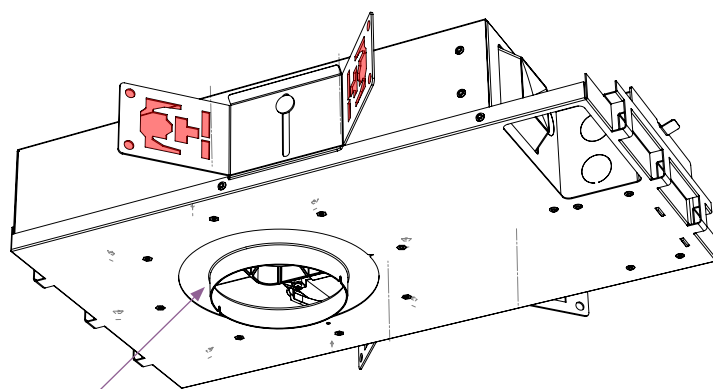

fig. 8 : collier
- a. Utilisez des barres ou un profilé en C (non fourni) pour monter le D3 au plafond. Les supports doivent passer par les trous des supports papillon et peuvent être utilisés pour suspendre le D3 sans vis (voir la fig. 8).